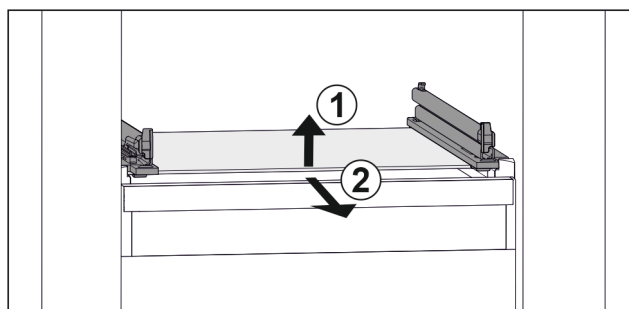

Fig. 68 玻璃隔板例图
- ▶ 抬起玻璃隔板前部。 Fig. 68 (1)
- ▶ 向前取出玻璃隔板。 Fig. 68 (2)